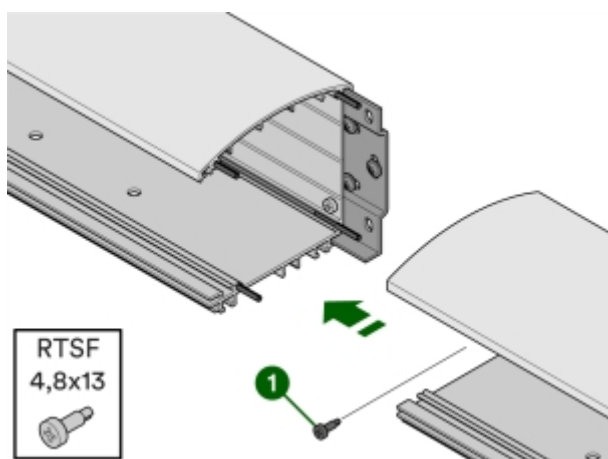

Bild 15: Ihopsättning av balksektion
- 9 Passa in nästa balksektion på de fyra rörpinnarna och säkra balken med en borrarv RTSF 4,8 × 13 genom balken och väggfästet (1 i Bild 15).